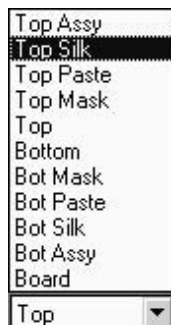

Рис. 3.3.9
- В строке параметров открыть список слоев и выбрать рабочим слой **Top Silk** (рис. 3.3.9).